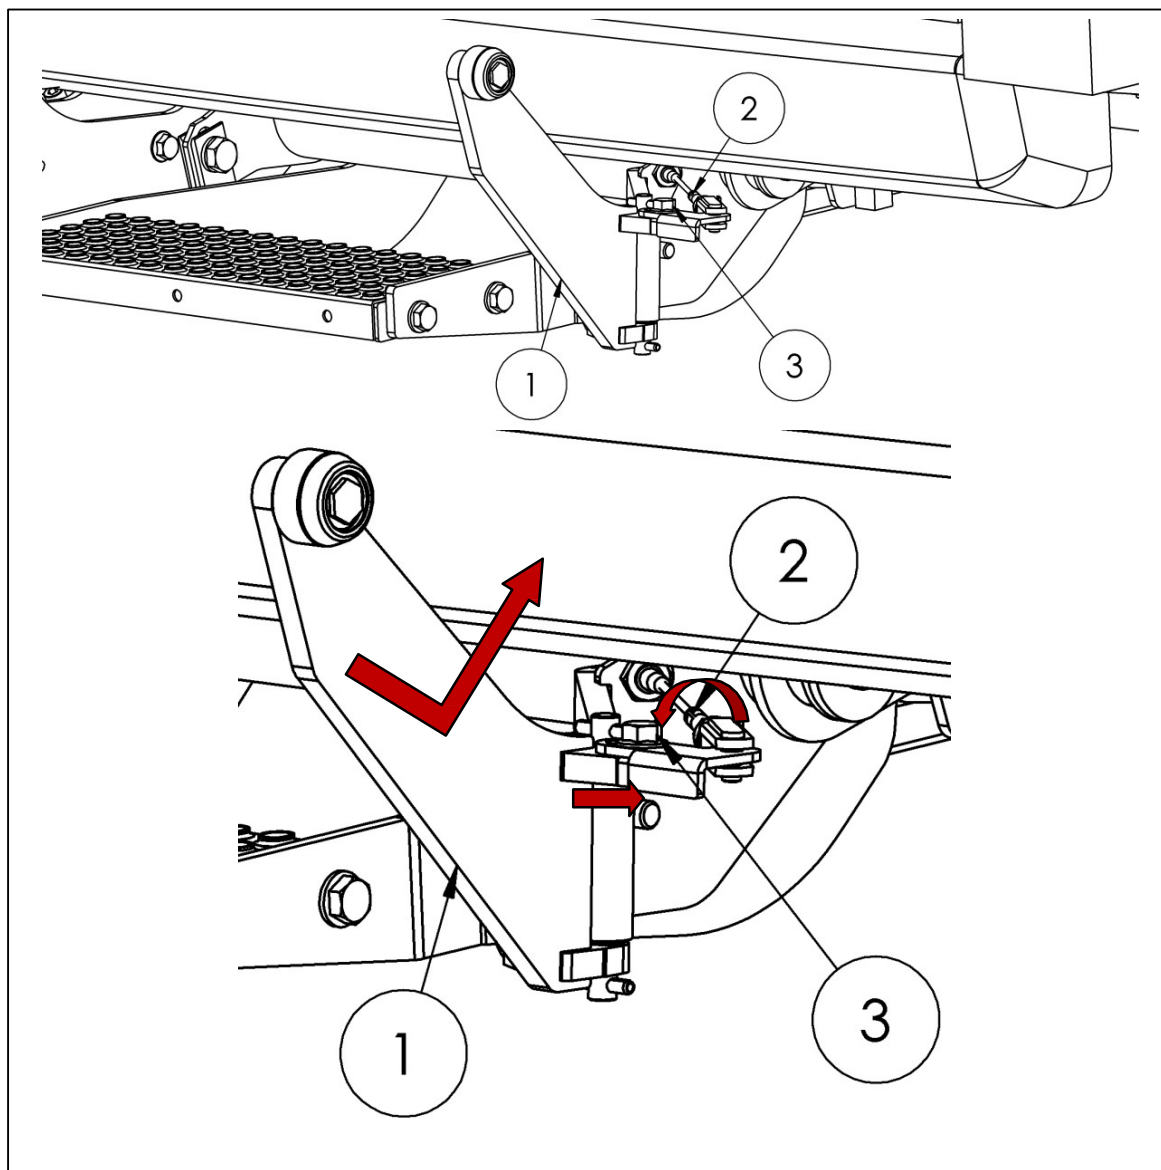

Fig. 87
Ajuste el brazo de soporte (1) para que se pueda acercar al vehículo tanto como desee cuando la plataforma esté cerrada. El ajuste se realiza en el exterior en el cable Bowden (2) y, en su caso, también en el tornillo de la palanca (3). Mientras realiza el ajuste, suelte el cable Bowden (2) y abra la plataforma (consulte la Fig. 87).